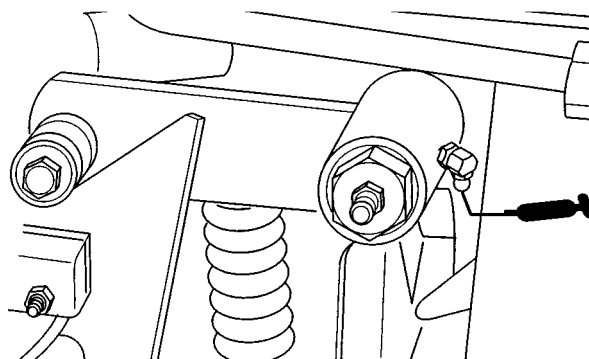
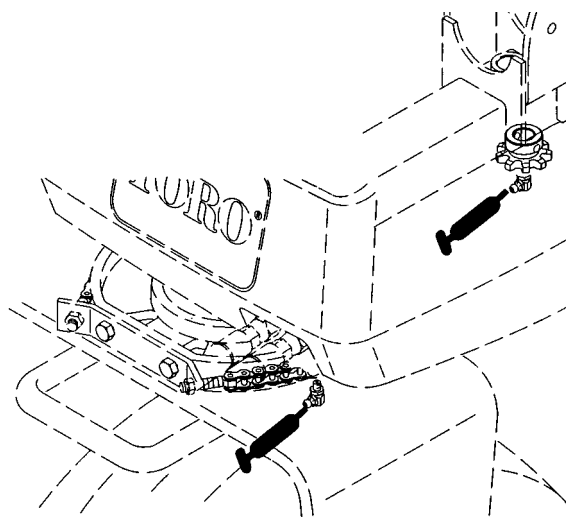
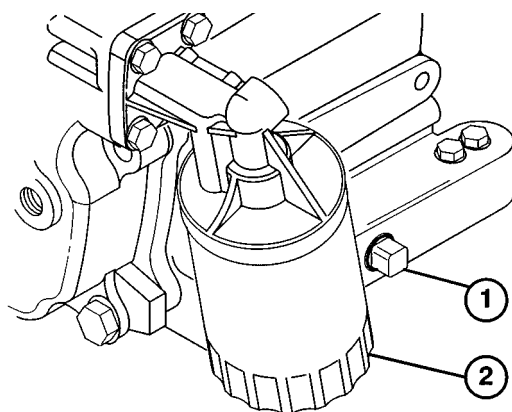

Fig. 12
Fig. 13
Fig. 14
I cuscinetti e le boccole da lubrificare sono: cuscinetti delle ruote anteriori (Fig. 12), leveraggio di comando della trazione (Fig. 13) e albero per leva di comando sterzo (Fig. 14).
Nota: Per accedere all'ingrassatore sul leveraggio di comando della trazione (Fig. 13), togliere le (3) viti che fissano la fiancata al lato sinistro della macchina, e rimuovere il pannello.
Nota: Per accedere all'ingrassatore sull'albero dello sterzo (Fig. 14), togliere le (4) viti e i distanziali che fissano il serbatoio del